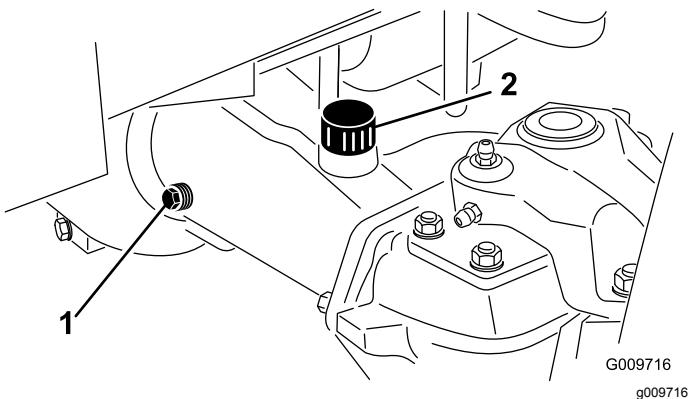

Figure 58
- Enlevez un bouchon de contrôle à une extrémité du pont et vérifiez que le lubrifiant atteint la base de l'orifice (Figure 58).